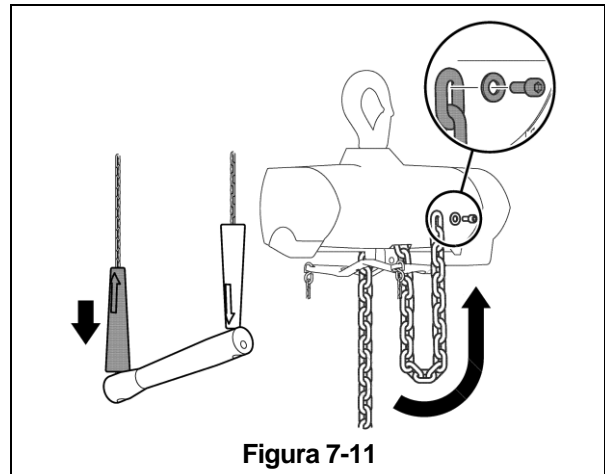

Figura 7-11
- 4) Pase la cadena por el yugo de control. Asegure el enlace del extremo con el tornillo y la arandela, sin torcer la cadena (vea la **Figura 7-11**).